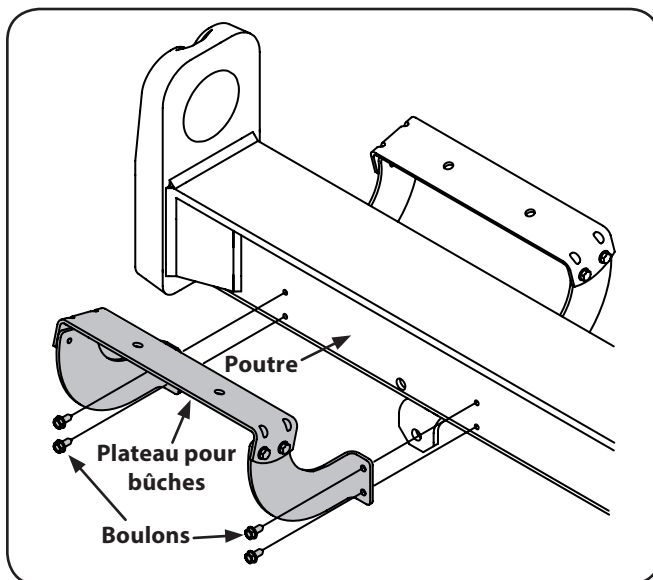

Figure 3-7
18. Remplacez le plateau pour bûches sur le côté de la poutre où se trouve la soupape de commande en prenant soin d'aligner les trous du plateau avec ceux de la poutre. Voir Figure 3-7.